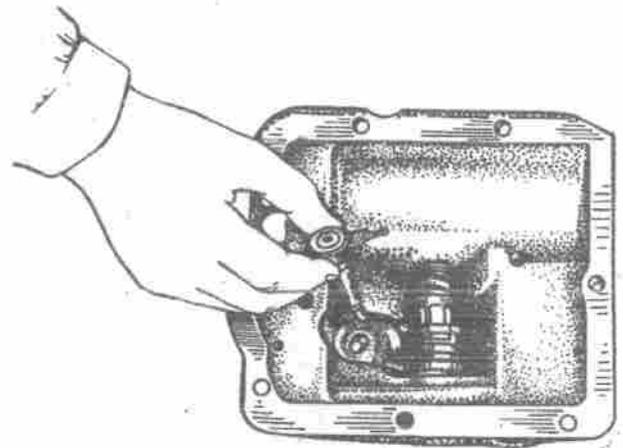

Bild 114. Einsetzen des Gangwahlhebels
4. Gangwahlhebel, zusammgebaut mit der Achse (Bild 114), derart ins Gehäuse einsetzen, daß der Hebel in die Nut der Schaltmuffe hineingeht. Hebel mit Stift sichern, indem dieser von unten eingetrieben wird.